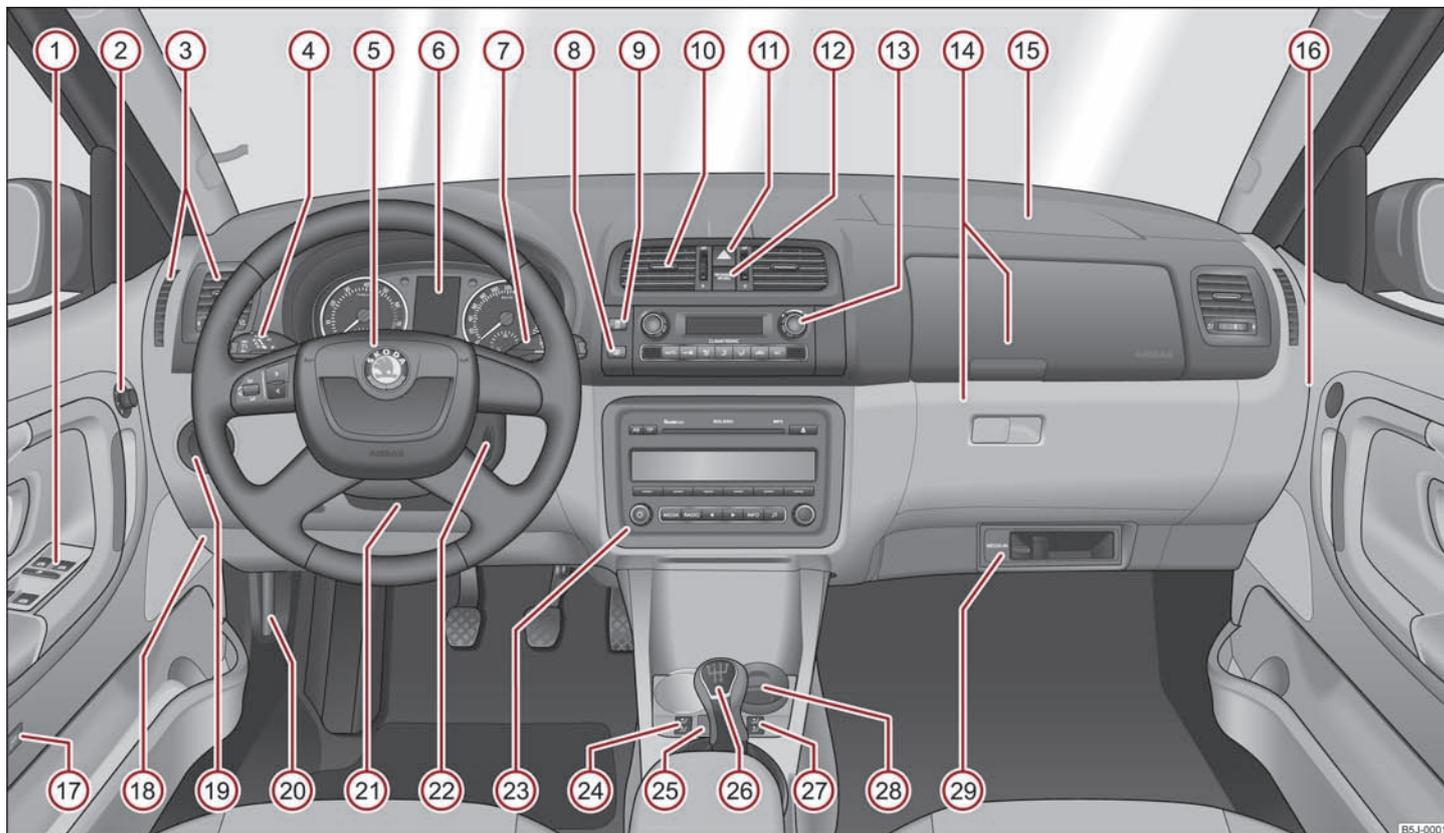

Abb. 1 Cockpit
- Bei Fahrzeugen mit Rechtslenkung weicht die Anordnung der Bedienungselemente zum Teil von der in **⇒ Abb. 1** gezeigten Anordnung ab. Die Symbole entsprechen jedoch den einzelnen Bedienungselementen. ■